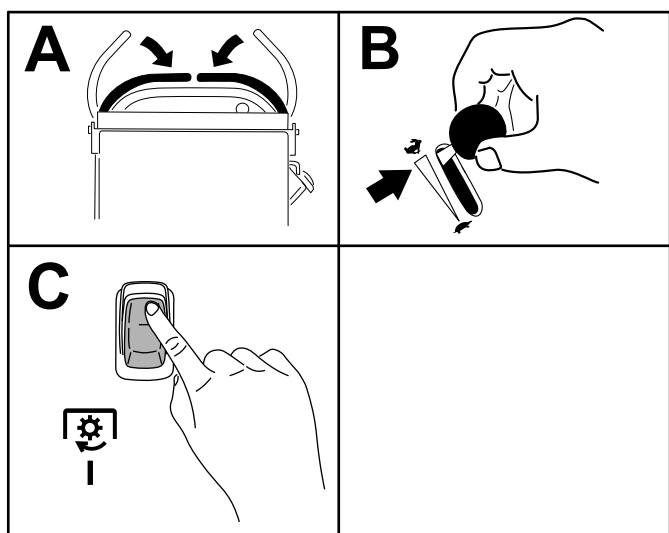

Figure 12
**Remarque:** Si vous désengagez les lames de l'unité de coupe en relâchant les leviers de commande de déplacement, vous pouvez réengager les lames en mettant la commande des lames en position ENGAGÉE (Figure 12) sans passer auparavant par la position ENGAGÉE.